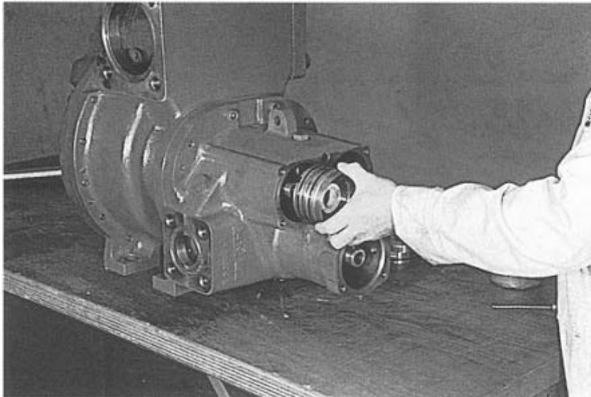
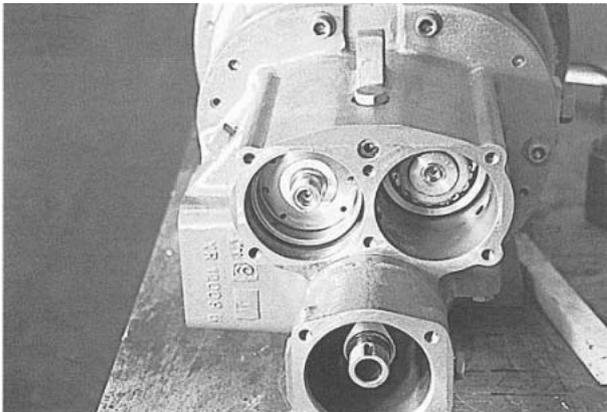

Рис. 130
Рис. 132
22. Смажьте отверстие "папа" маслом и вставьте втулку разгрузочного барабана. (Рис. 130 и 131) Будьте осторожны, чтобы не повредить уплотнительное кольцо, особенно, на отверстии подачи масла, где оно может обдираться. (Рис. 132)